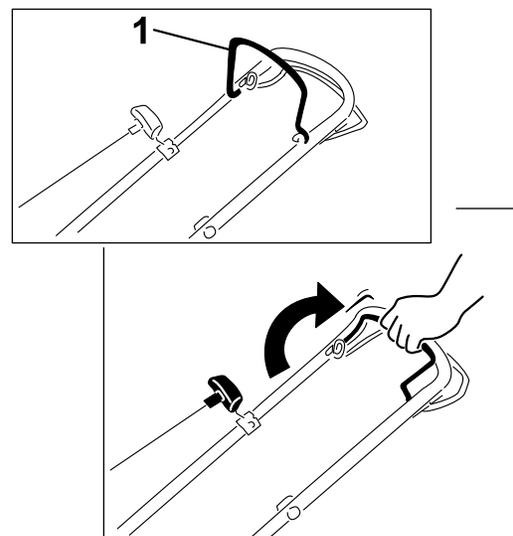

Bild 17
1. Drücken Sie den Schaltbügel gegen den Führungsholm und halten sie ihn gegen den Führungsholm gedrückt (Bild 17).